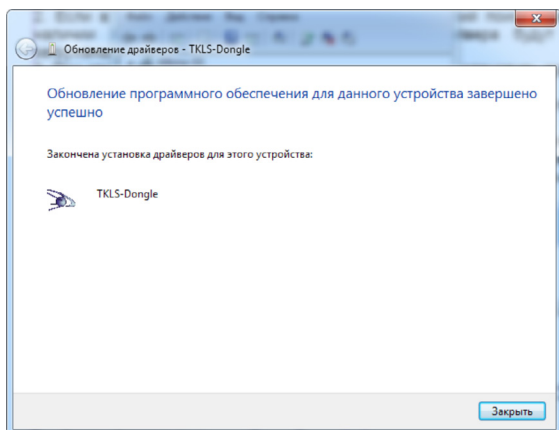

Рис.5. Установка драйверов завершена.
8. Выполнить установку драйвера. После установки система автоматически определит подключенное устройство (Рис.5).